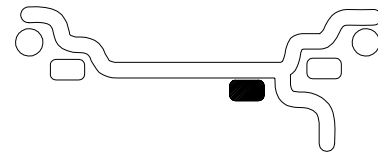

Figure 20
B. STATIQUE (simple plan - Figure 20). Suggéré pour jantes étroites (3" ou moins). Utiliser une masse corrective simple placée au centre de la jante comme illustré à la Figure 20.